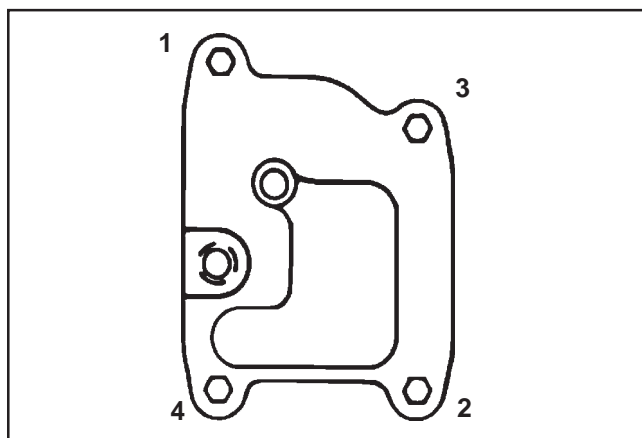

Figure 11-62. Séquence de serrage des fixations du carter du reniflard.
6. Serrer les quatre vis hexagonales à brides du couvercle du reniflard au couple de **7,3 N·m (65 in. lb.)** selon la séquence de la Figure 11-62.